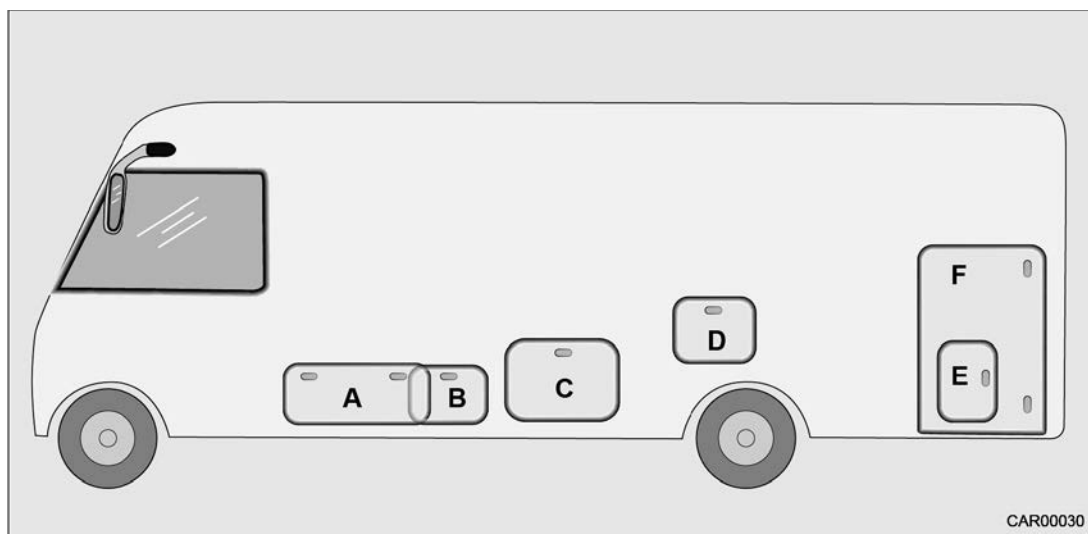
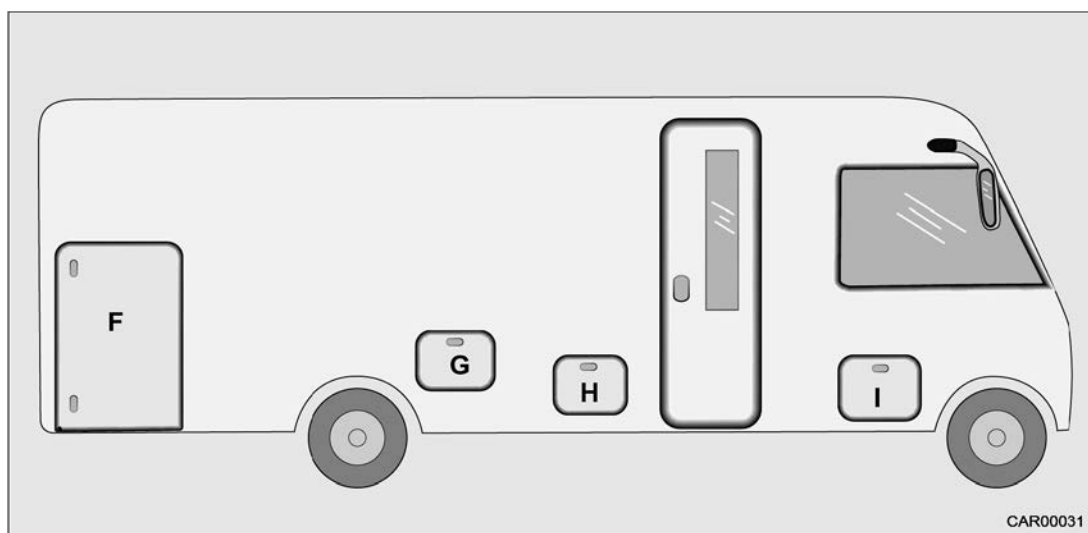

Fig. 52 Portes de soutes dans la paroi de gauche
Fig. 53 Portes de soutes dans la paroi de droite
Le véhicule dispose de diverses portes de soutes. Sur les figures Fig. 52 et Fig. 53 vous trouvez les emplacements des portes de soutes.
#### Porte manipulable à deux mains (Fig. 52 pos. A)
**Porte manipulable à une main (Fig. 52 pos. B, D ; Fig. 53 pos. G, I)**
**Portillon avec point de verrouillage (Fig. 52 pos. C)**
### Portillon additionnel pour le garage à scooter (Fig. 52 pos. E)
### Portillon du garage à scooter (Fig. 52 et Fig. 53 pos. F)
### Portillon de la centrale à batteries (Fig. 53 pos. H)
### Trappe du WC manipulable à deux mains (Fig. 53 pos. H)